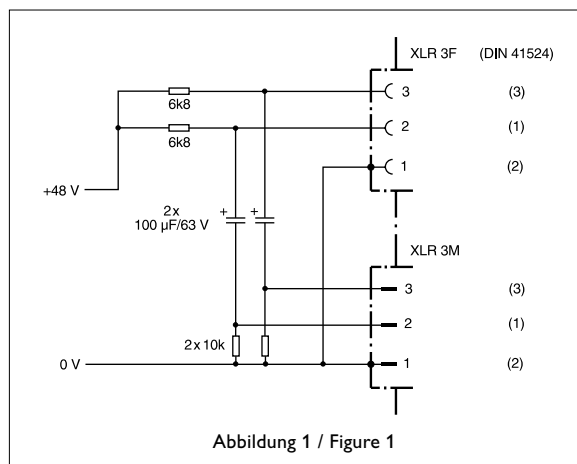

Abbildung 1 / Figure 1
b) In jede abgehende Modulationsleitung kann zur Abblockung der 48 V-Gleichspannung eine RC-Kombination eingefügt werden (siehe Abbildung 1 und Neumann-Information Nr. 84 221).
b) In every outgoing modulation lead, an RC network can be incorporated to block the 48 Vdc voltage (See Figure 1 and Neumann-Information no. 84222).